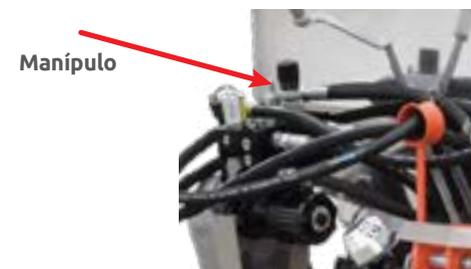

fig. 05
- Junto ao motor hidráulico que aciona a esteira direita do equipamento (fig. 05), encontra-se um manípulo recartilhado sobre o bloco de alumínio que faz a regulação da velocidade das duas esteiras simultaneamente.